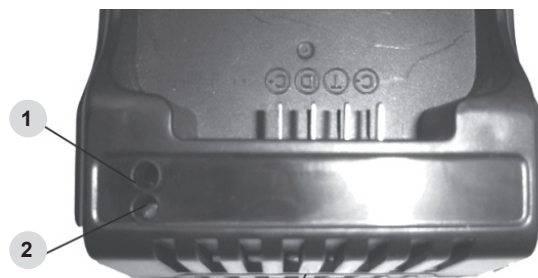

Рис.4
Перед подключением убедитесь, что напряжение в сети соответствует напряжению, указанному на табличке зарядного устройства. Подключите зарядное устройство в сеть. Лампочка (1) Рис.4 загорится зеленым цветом. При установке аккумуляторной батареи в зарядное устройство лампочка (2) загорится красным цветом, лампочка (1) будет гореть зеленым цветом. При полностью заряженном аккумуляторе лампочки 1 и 2 загорятся зеленым цветом. Если обе лампочки мигают, батарея либо горячая, либо холодная. Перед зарядкой батарею следует охладить/нагреть. Если зеленая контрольная лампочка гаснет, а красная мигает, значит аккумуляторная батарея неисправна.